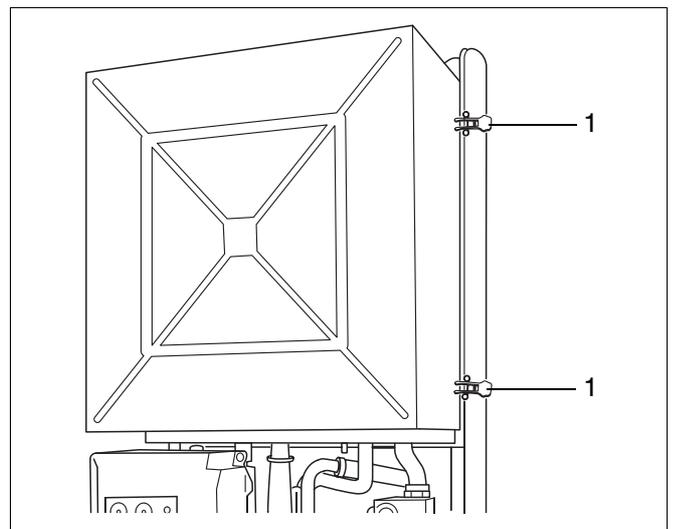

Fig. 31 Enlever le couvercle de la chambre du brûleur
- Ouvrir les fermetures à déclic (fig. 31, pos. 1) et enlever le couvercle de la chambre du brûleur.